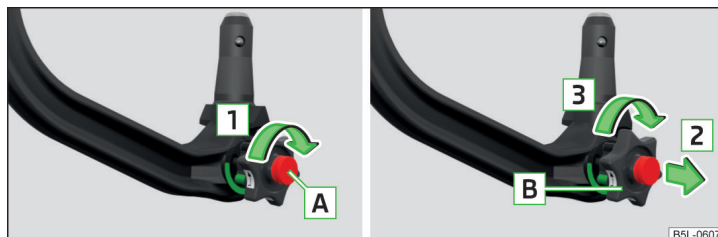

Fig. 144 Deblocarea încuietorii / scoaterea și rotirea roțiței
- Roteți cheia A în sensul săgeții 1 până la limită » fig. 144.